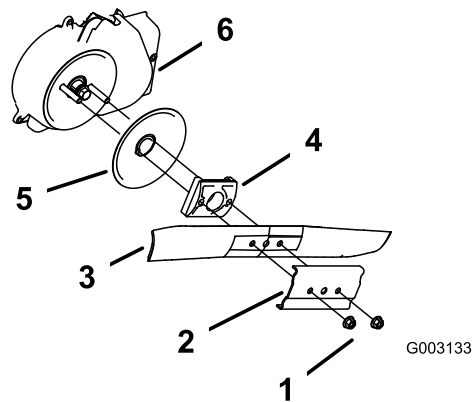

Figura 50
3. Togliete i due dadi della lama ed il rinforzo (Figura 50).
4. Togliete la lama (Figura 50).
5. Togliete il giralama e il disco (Figura 50).
6. Pulite il carter della frizione del freno della lama (Figura 50).
10. Montate la lama ed il rinforzo tolti in precedenza (Figura 50).